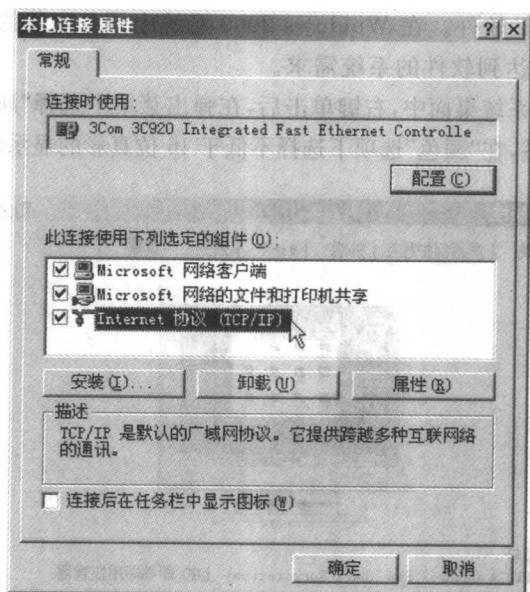

图 1-3 “本地连接 属性”窗口
2) 右键单击“本地连接”图标，在弹出菜单中选择“属性”命令，弹出如图 1-3 所示的“本地连接 属性”窗口，确信已安装网络软件“Internet 协议(TCP/IP)”后，关闭以上窗口。